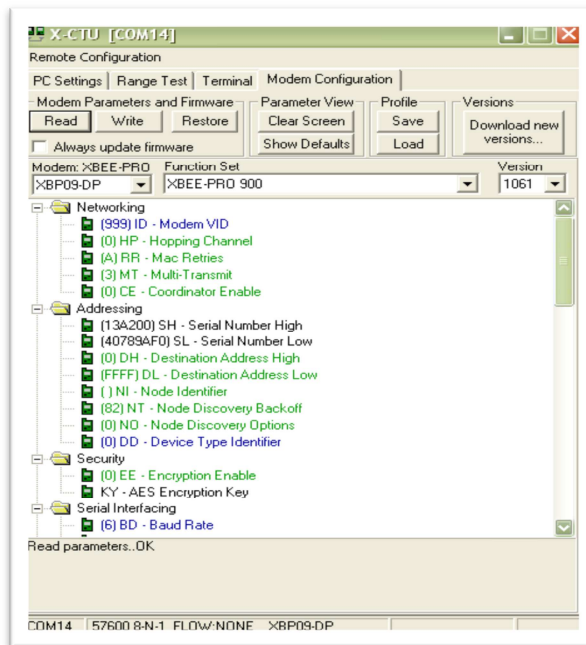

Figura 3.17 Configuración del Xbee Transmisor
6. Si el cambio de parámetros es correcto aparecerá como la Figura 3.17, en el momento de hacer clic en la opción Read.